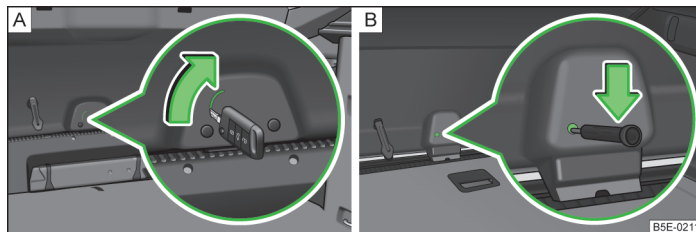

Fig. 211 Descuierea de urgență: Octavia / Octavia Combi
- Introduceți cheia în fanta din capitonaj, până la capăt » fig. 211 - [A].
- Introduceți o șurubelniță sau o altă sculă asemănătoare, în orificiul din capitonaj, până la limită » fig. 211 - [B].